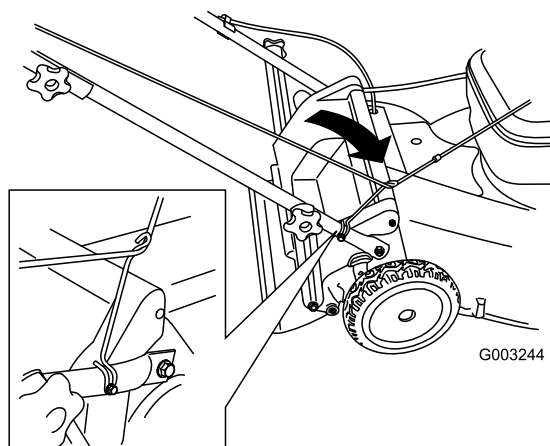

Figure 35
3. Faites passer le câble du lanceur autour du guide inférieur (Figure 35).